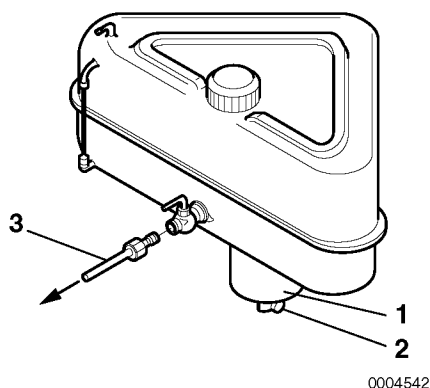

Figure 1
1. Zet een pan onder de aftapkraan (**Figure 1, (2)**) om brandstof op te vangen.